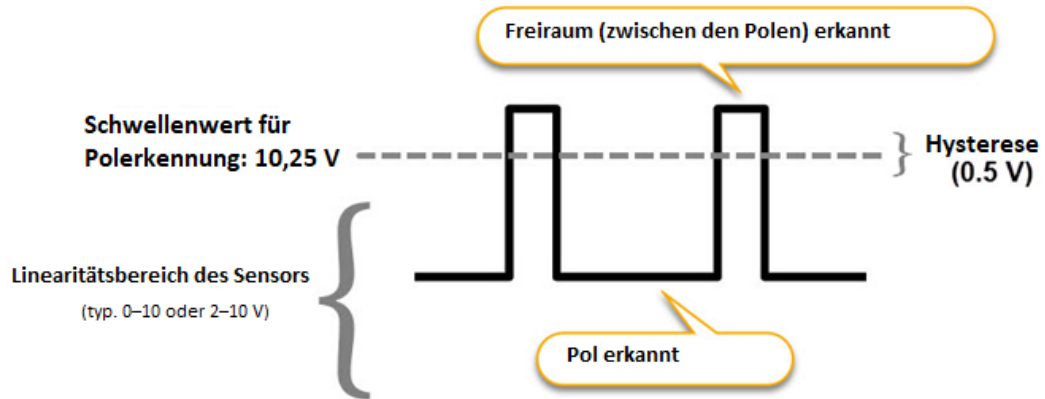
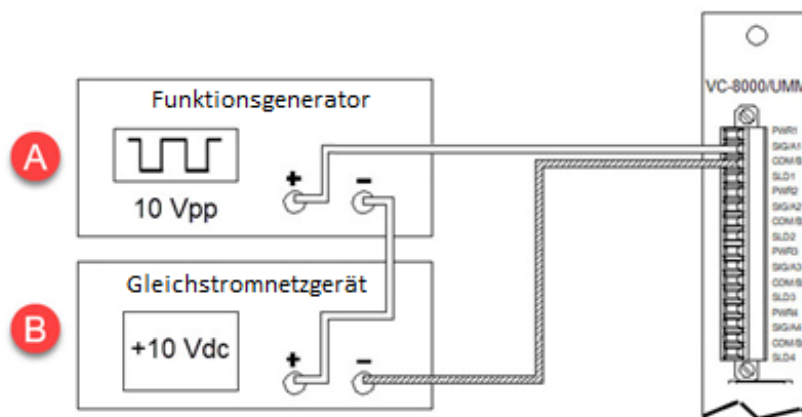

Abbildung 7-4) Typisches Luftspaltsensor-Signal
Abbildung 7-5) Testen von „Air Gap“-Alarmen
Simulieren Sie den „Air Gap“-Kanal mit einem Funktionsgenerator (A) und einem Gleichstromnetzgerät (B), wie in **Abbildung 7-5** gezeigt. Die „Minimum Air Gap“-Messung wird aus dem unteren Teil des Rechtecksignals (Sensor erkennt Pol) berechnet. Der obere Teil des Rechtecksignals (Sensor in Polzwischenräumen) muss 10,25 V DC überschreiten (siehe **Abbildung 7-4** *Error! Reference source not found.*).